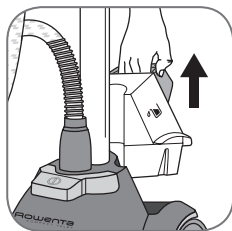

fig. 7
- Veillez à ce que l'appareil soit débranché. Retirez le réservoir d'eau de la base de l'appareil en tirant la poignée vers le haut (fig. 7). Dévissez le bouchon du réservoir et remplissez le réservoir (fig. 8). Sa capacité maximale est atteinte au repère « max ».